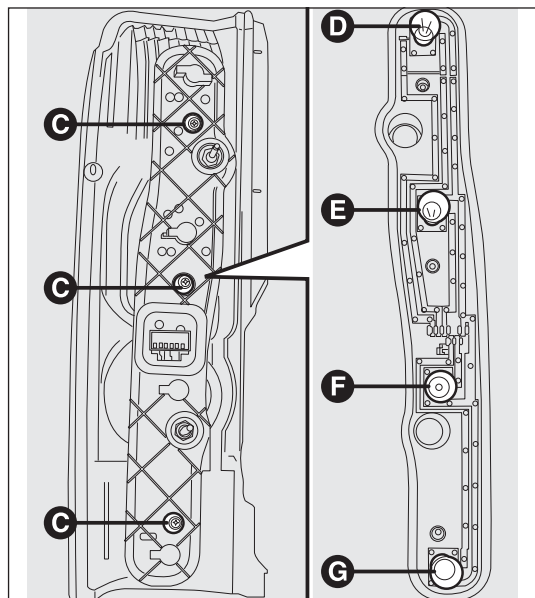

fig. 196
- svitare le viti C-fig. 196 mediante il cacciavite in dotazione ed estrarre il portalamпада;